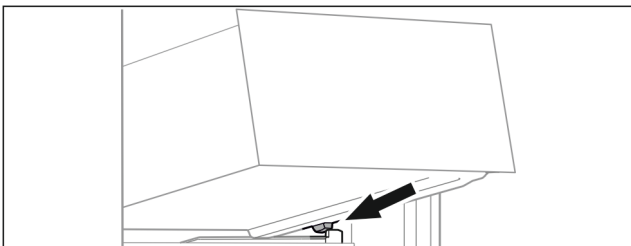

Fig. 20
- ▶ Встановити висувний ящик за стопорами на ребро для резервуару навкокси Fig. 20 (1).